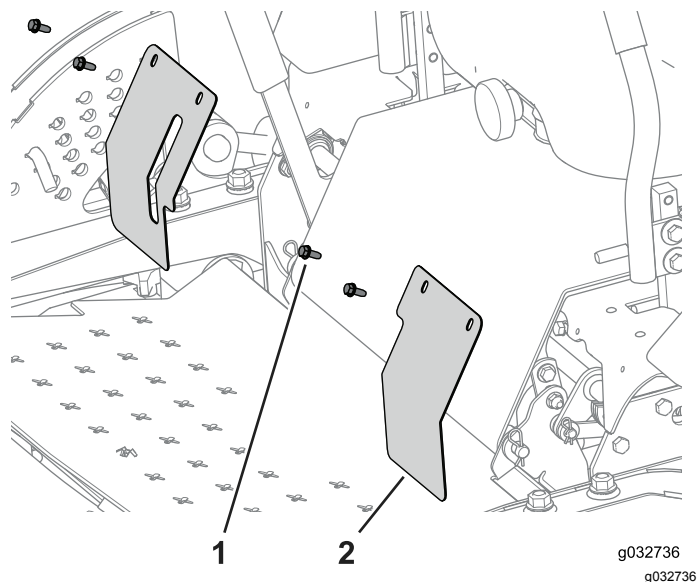

Figura 53
1. Retire os parafusos e as duas placas de cobertura para aceder às porcas e parafusos que prendem a estrutura de verão à máquina (Figura 53).